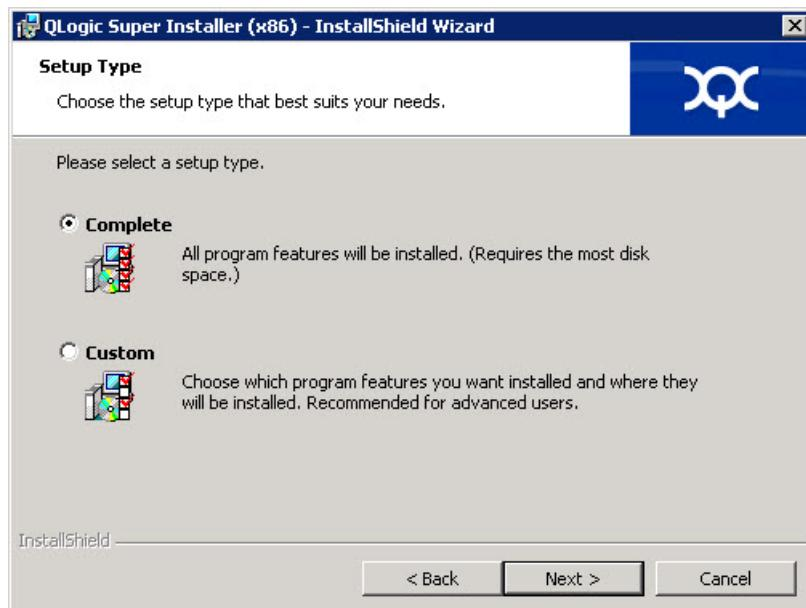

図 2-4. InstallShield ウィザード：セットアップタイプウィンドウ
5. ウィザードの Setup Type (セットアップタイプ) ウィンドウ (図 2-4) を次のように完了します。